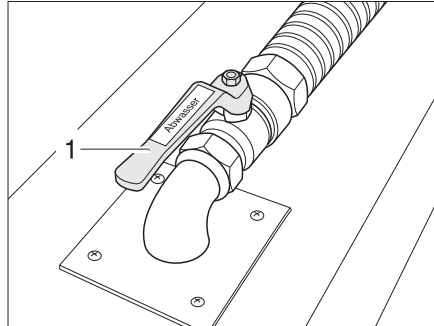

Fig. 260 Robinet d'évacuation des eaux usées
Le robinet d'évacuation des eaux usées (Fig. 260,2) est monté dans le double plancher. Le robinet d'évacuation des eaux usées est désigné par l'inscription "Abwasser" (eaux usées).
- Ouvrir le robinet d'évacuation des eaux usées (Fig. 260,2). Les eaux usées s'écoulent.